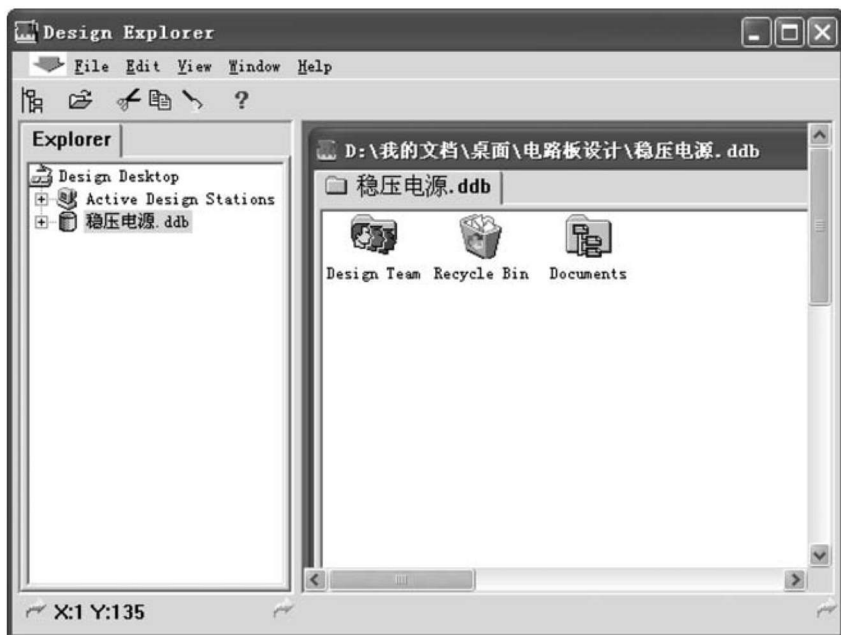
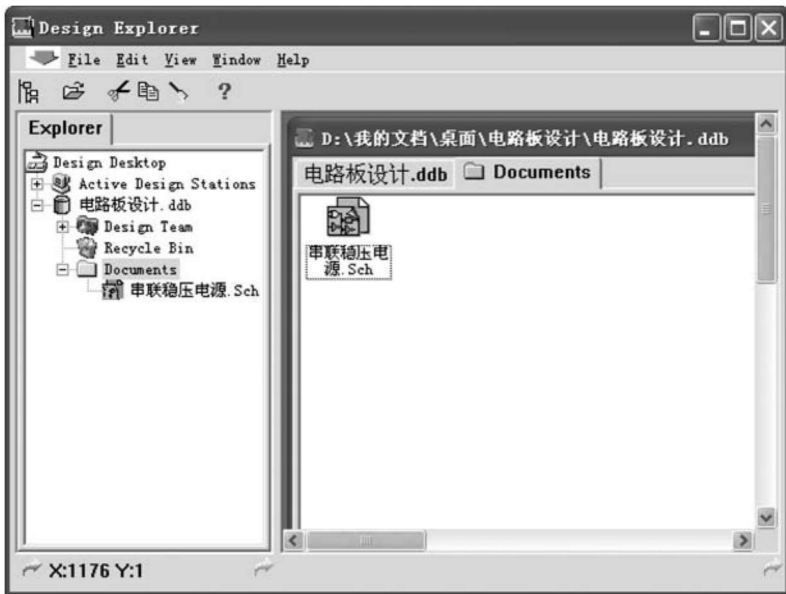
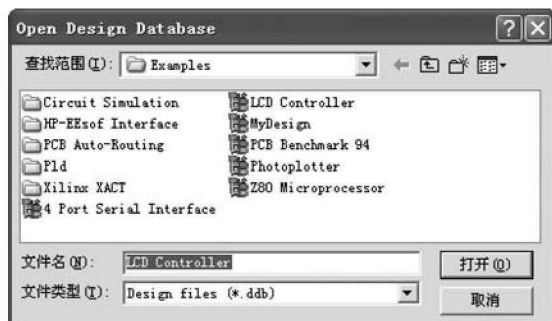

图 1-15 新建数据库文件
图 1-17 新建某种编辑器文件
图 1-18 文件查找对话框
(4) 单击“OK”按钮，创建了一个新的设计数据库文件，如图 1-15 所示。
在图 1-15 窗口下，双击“Documents”图标确定文件存放位置，然后执行菜单命令【File】/【New】，屏幕弹出“New Document”对话框，如图 1-16 所示，图中各图标代表不同功能的编辑器，常用的有电路图编辑器、印制电路板编辑器、电路原理图库文件编辑器、印制电路板库文件编辑器。这些将在后续的学习中逐渐介绍。
双击所需的文件类型，即可进入相应的编辑器。如双击原理图编辑器图标“Schematic Document”，则创建一原理图编辑文件，默认文件名为“Sheet1.Sch”，将鼠标放在该文件图标上，单击右键，弹出对话框后执行【Rename】命令，即可进行文件名更改，如更改为“串联稳压电源.Sch”，如图 1-17 所示。
(1) 在图 1-15 中（或其他状态下，见图 1-17），执行菜单命令【File】（文件）/【Open】（打开），或单击工具栏按钮 ，弹出查找文件对话框，可选定图示示例文件，该文件为 *.ddb 文件，如图 1-18 所示。